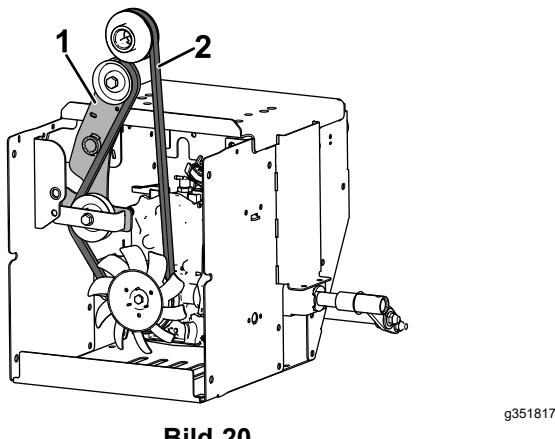

Bild 20
7. **Wenn Sie den Antriebsriemen wiederverwenden**, verlegen Sie den Antriebsriemen wie unten dargestellt (Bild 20).
- A. Führen Sie den Antriebsriemen um den Hydrostatikantriebseinheit (Bild 20).
- B. Montieren Sie die beiden Antriebsriemenscheiben auf die Welle und legen Sie den Antriebsriemen um die Riemscheiben (Bild 20).